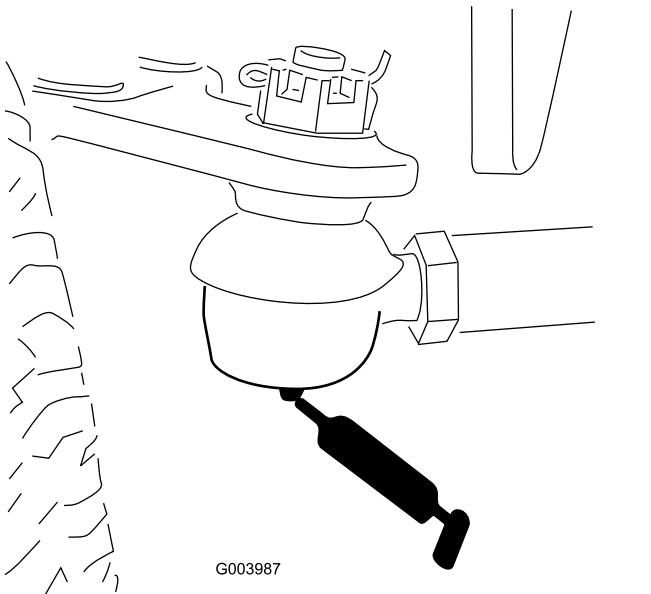

Bild 40
- Spurstange der Hinterachse (2) (Bild 40)